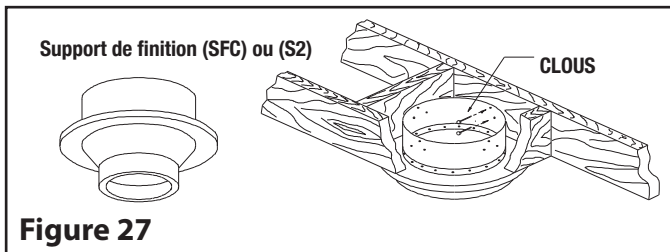

Figure 27
Étape 2. Par dessous, poussez le support dans l'ouverture percée au préalable. Clouez le support au boîtier encadré à l'aide de (12) clous torsadés de 3 po (voir Figure 27).